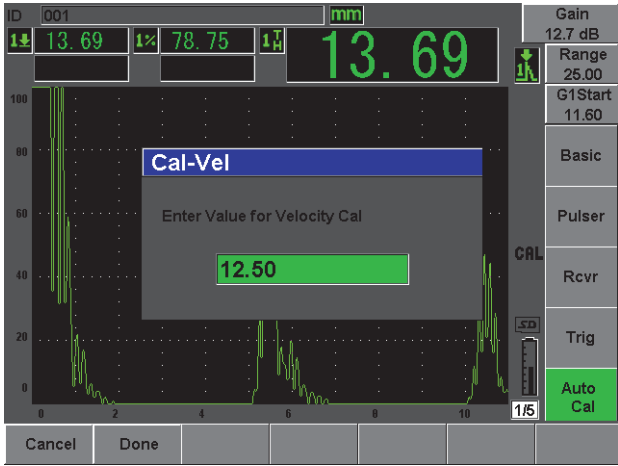

图 2-17 声速校准数值
14. 使用飞梭旋钮或箭头键，将显示的数值调整为正确的厚度。本例中，探头被耦合到 12.5 mm 的阶梯上（参见第 46 页的图 2-17）。